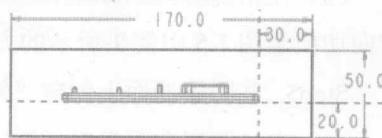

图 1.3 截面草图
(1) 在弹出的菜单管理器中选择 Solid (实体) \rightarrow Protrusion (加材料) 命令，在弹出的菜单中选择 Extrude (拉伸) \rightarrow Solid (实体) \rightarrow Done (完成) 命令，此时系统弹出拉伸操控板。
(2) 创建实体拉伸特征。
① 定义草绘截面放置属性。在绘图区中右击，从系统弹出的快捷菜单中，选择 \square 定义内部草绘... 命令。系统弹出“草绘”对话框，然后选择参照模型 MOLD_RIGHT 基准平面作为草绘平面，选取 MAIN_PARTING_PLN 平面为参照平面，方向为 \square 顶，单击 \square 草绘 按钮，至此系统进入截面草绘环境。
② 进入截面草绘环境后，选取 MAIN_PARTING_PLN 基准平面和 MOLD_FRONT 基准平面为草绘参照，绘制图 1.3 所示的截面草图。完成截面草图绘制后，单击工具栏中的“完